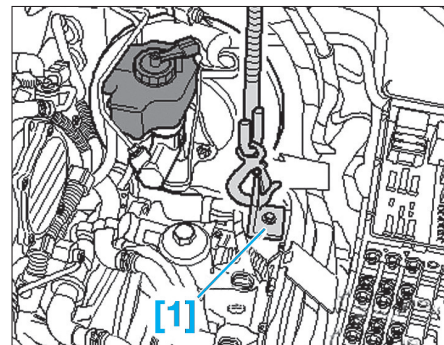

Fig. 4
- Fixer le crochet supplémentaire [1] à l'arrière de réception du support de batterie (Fig.4).